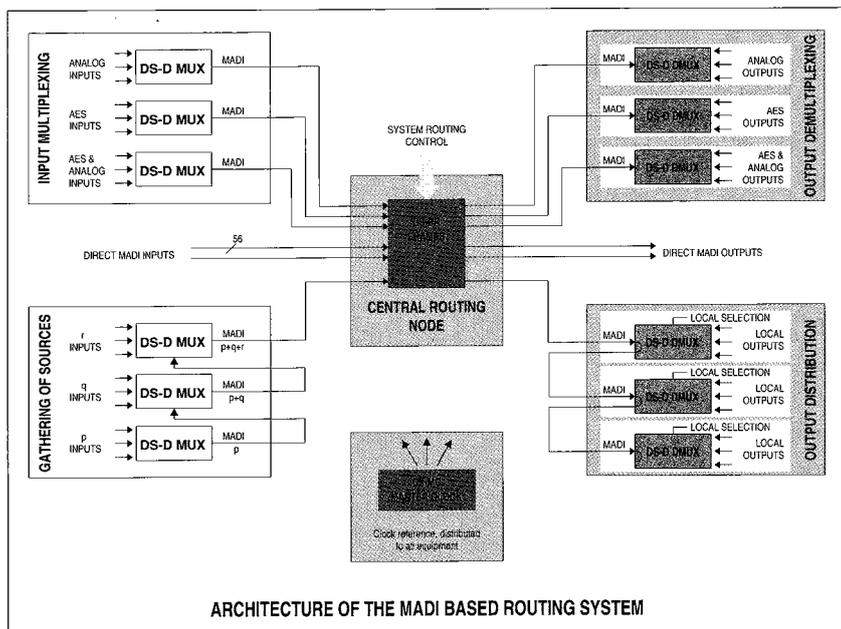

Abb. 3: Prinzipschaltung des MADI-Routers
- peripheren Bausteinen, mit deren Hilfe die einzelnen Quellen zu MADI-Signalen gebündelt (Abb. 3 links) bzw. die MADI-Signale zu den einzelnen Senken entflochten (Abb. 3 rechts) werden,
- und dem eigentlichen Schaltknoten (Abb. 3 mitte), der MADI-Signale empfängt und wieder aussendet.
Es kommt vor, dass ein Studio mit seiner Zahl von Ausgängen ein MADI-Paket nicht voll auslastet; in diesen Fällen können halbvolle MADI-Pakete von den Peripheriebausteinen aufgenommen werden und mit den eigenen Eingängen aufgefüllt wieder als volles MADI-Paket weitergeleitet werden (Abb. 3 links unten).
Singemäss kann auch bei den Senken verfahren werden (Abb. 3 rechts unten).